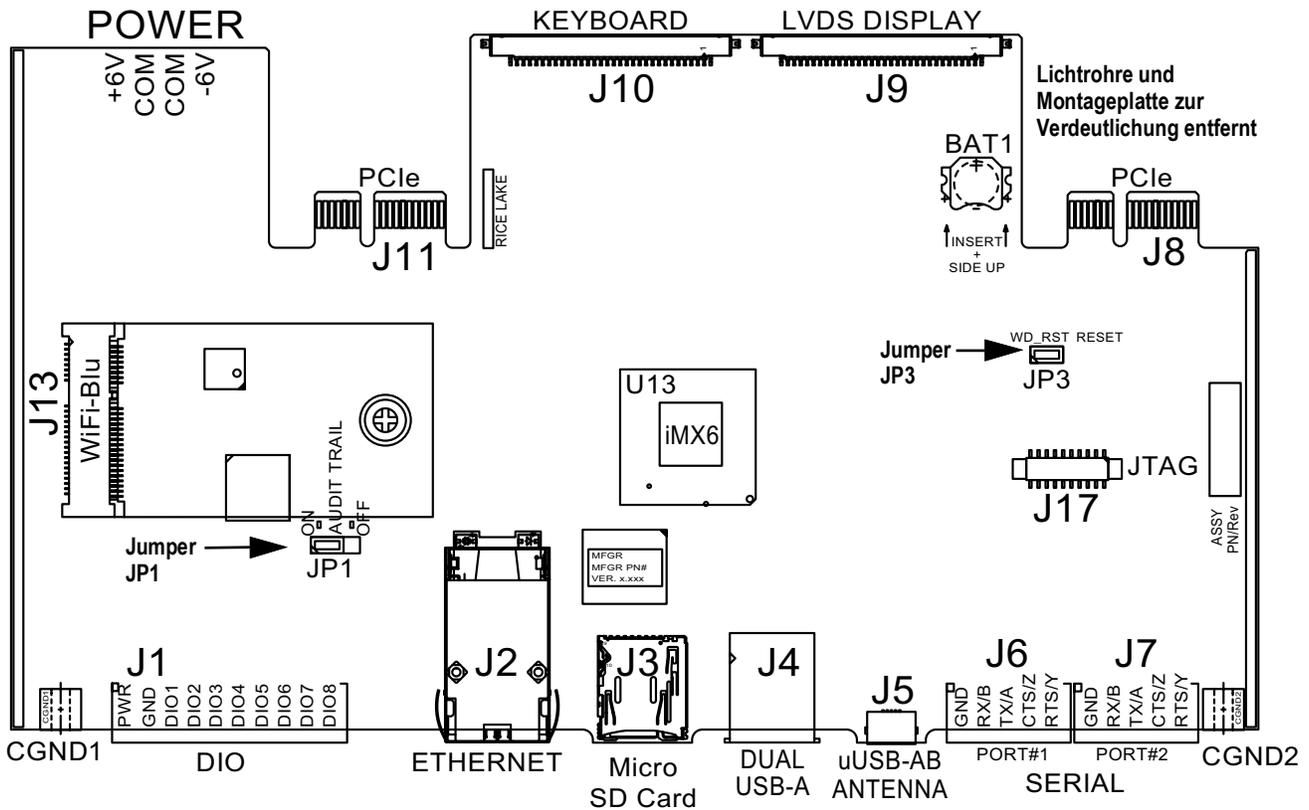

Abbildung 3-3. Jumper-Positionen
**HINWEIS:** Für den Zugriff auf die Konfiguration über das vordere Bedienfeld (durch Drücken der Taste auf dem Touchscreen) muss sich der Jumper JP1 in der Ein-Position (links) befinden. Um den Zugriff auf die Konfiguration über das Bedienfeld einzuschränken, muss sich JP1 in der Aus-Position (rechts) befinden, sodass der Zugang nur über den Setup-Schalter möglich ist, siehe Abbildung 3-3 auf Seite 59.